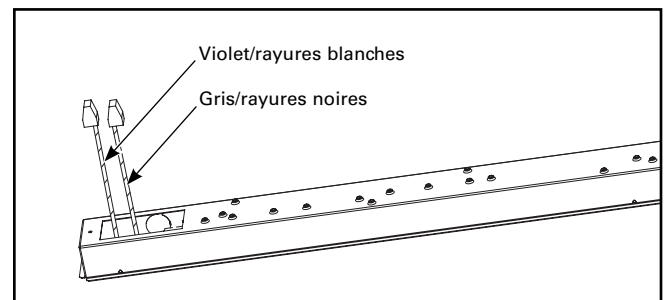

Figure 3.
- 2b. Pour un luminaire avec capteur intégré, repérez deux fils de commande dotés d'écrous capuchons (rayures violet/blanc et rayures gris/noir), puis passez à l'étape 4. (Figure 3.)